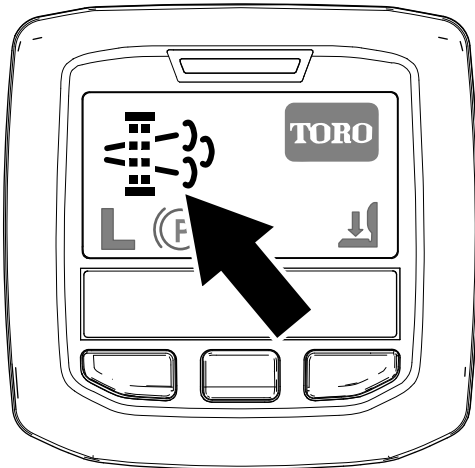

Figure 35
- L'icône préconisant une régénération stationnaire s'affiche sur l'InfoCenter (Figure 35).